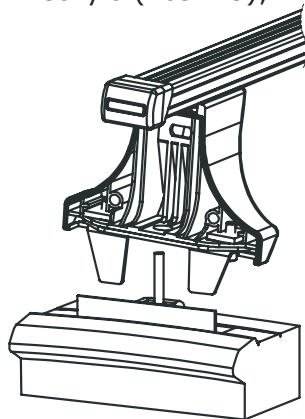

Рис. 5
5.1. Поперечные дуги с закреплёнными на них опорами установите кронштейнами в окна штатных мест на крыше автомобиля (рис. 5).